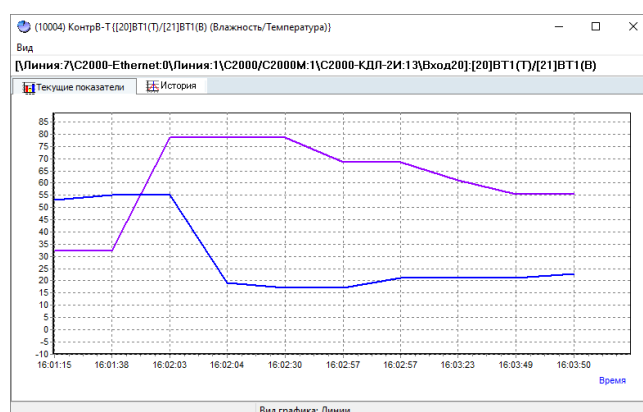

Рисунок 12-65 Вид графика "Линии"
- **Линии** – линейный график (см. Рисунок 12-65).